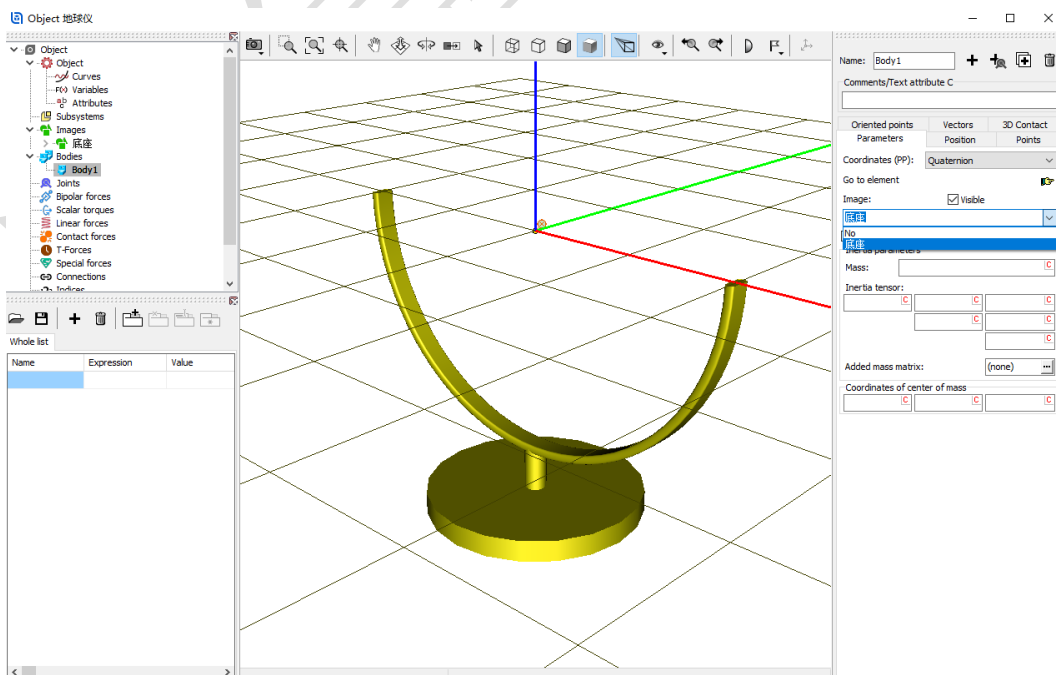

图 2-10
- 4) 这样，我们就创建了一个刚体，系统自动命名为 **Body1**。在交互界面 **Parameters** 页面 **Image** 处的下拉菜单中选择 **底座**，并保持 **Visible** 选项为勾选状态，如图 2-10。